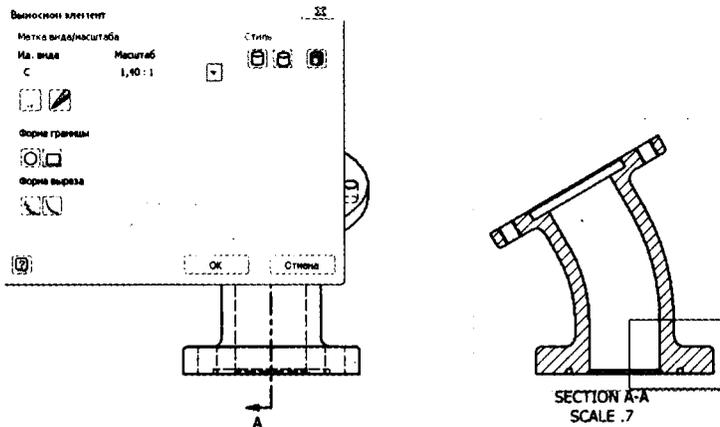

Рис. 2.10. Определение границы выносного вида
4. Установите **Масштаб 2:1** и форму границы – **Прямоугольник**, затем щелкните рядом правой кнопкой и тяните курсор вверх, как показано на рис. 2.10.